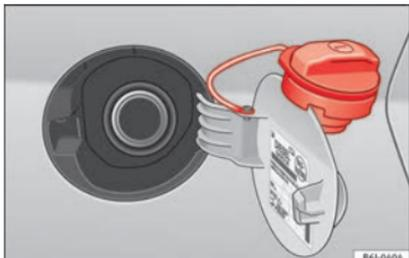

Fig. 51 Sportellino del serbatoio con all'interno il tappo.
- Agganciarlo al bordo superiore dello sportellino del serbatoio » **fig. 51**